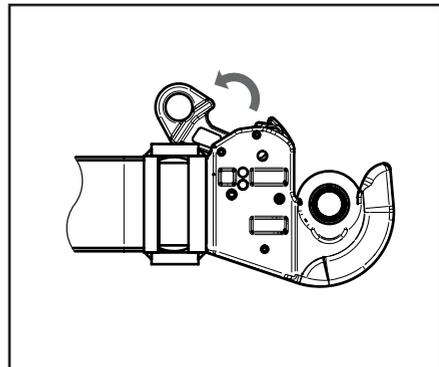
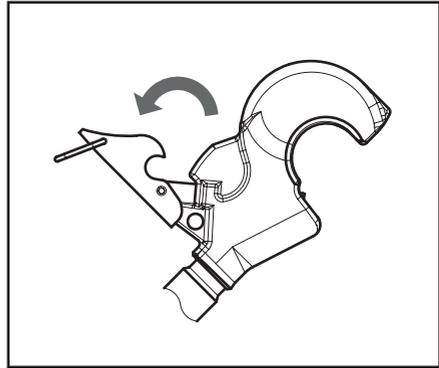

Abb. 5.18.5
Abb. 5.18.6
Den Hebel (3) ziehen, um die Kupplungshaken an den Unterlenkern (Abb. 5.18.5) und an der oberen Schubstrebe (Abb. 5.18.6) freizugeben.